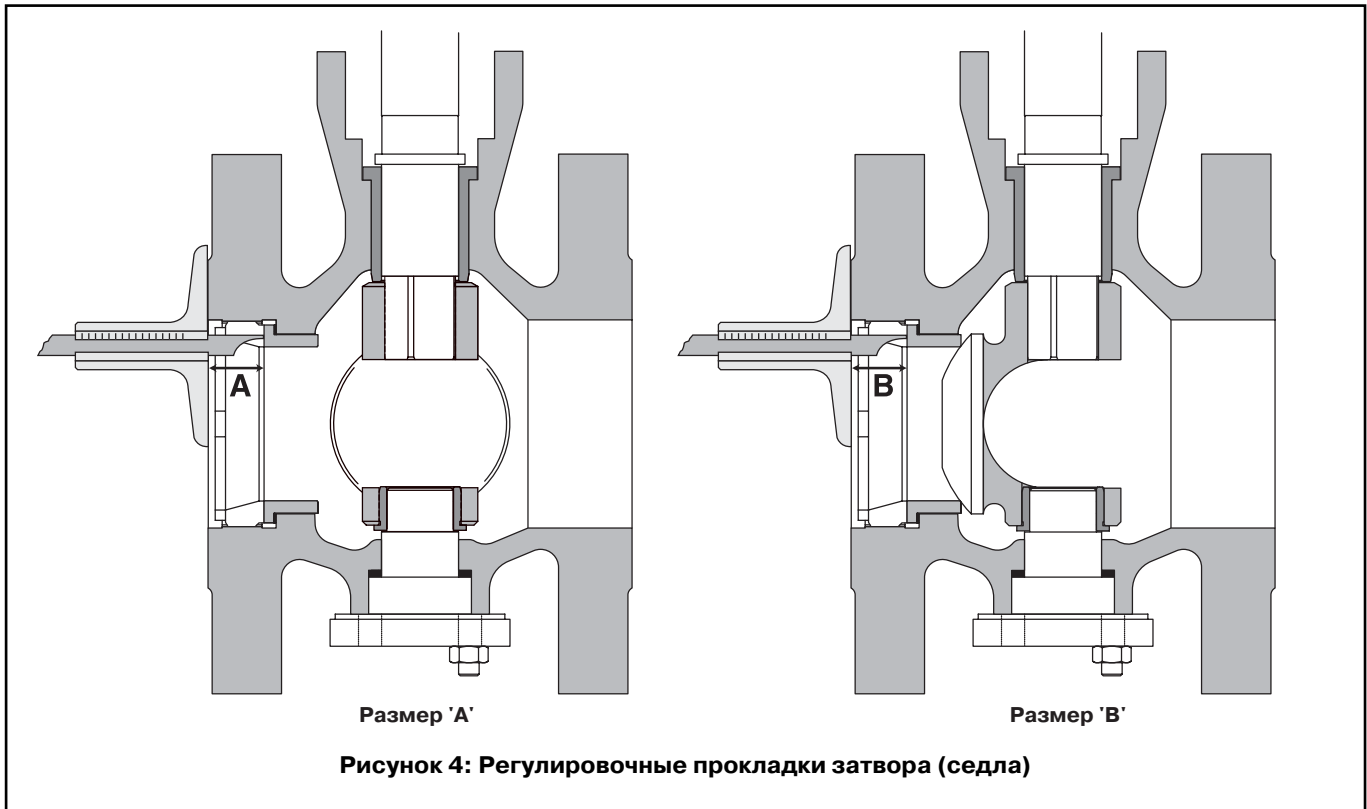

Рисунок 4: Регулировочные прокладки затвора (седла)
5. Установите седло без регулировочных прокладок в корпус клапана. Измерьте расстояние А (см. рис. 4) при отсутствии прокладок и затворе в открытом положении (повернутом на 90°).